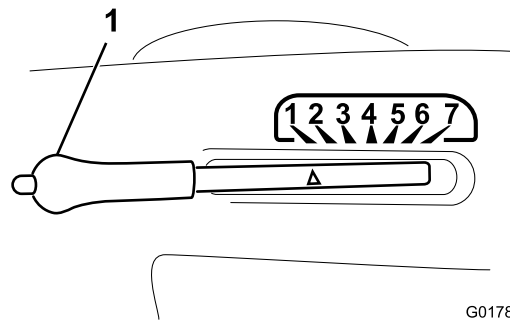

Figure 7
1. Appuyez de façon continue sur le bouton du levier de sélection de hauteur de coupe (Figure 7).